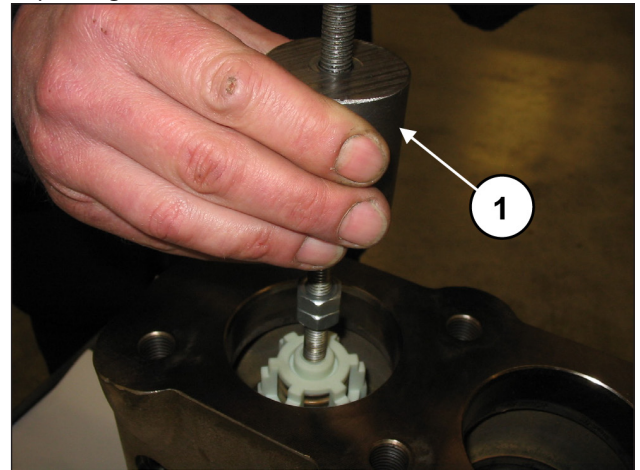

Fig. 110
Extraire le groupe soupape de refoulement en appliquant un chasoir à inertie sur l'orifice M10 du guide de soupape (rep. ①, Fig. 110).